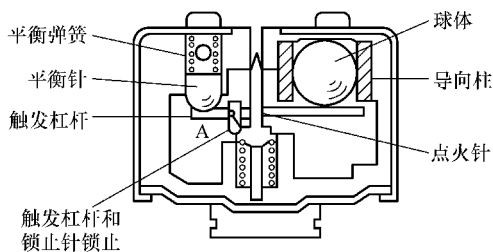

图 7-23 阻尼弹簧式碰撞传感器的结构
(1) 结构 阻尼弹簧式碰撞传感器用于整体式安全气囊。它装在转向盘的气囊内，一旦汽车发生碰撞，它可使点火剂点燃，让充气装置的气体发生剂燃烧，使气囊充气膨胀。阻尼式弹簧传感器由球体、导向筒、点火针、触发杠杆、平衡弹簧、点火弹簧等组成，其结构如图 7-23 所示。